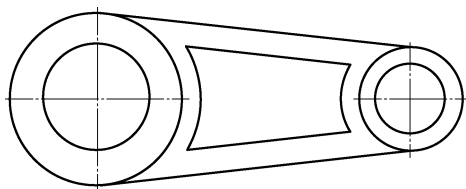

图 8-57 打开视图
- [1] 打开初始文件“Z8g7.slddrw”，打开视图，如图 8-57 所示。